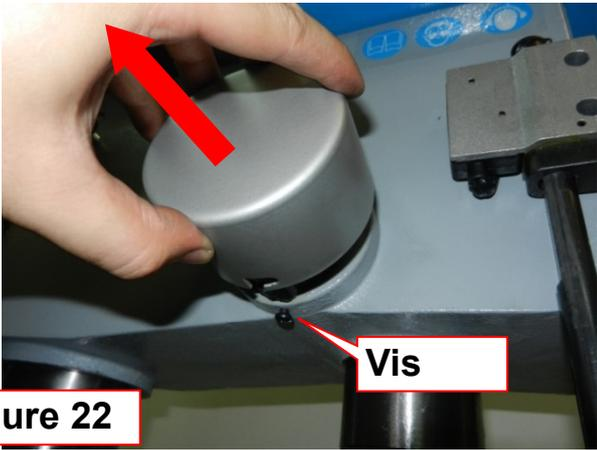

Figure 22
1. Retirez le panneau de protection pour accéder au bloc de ressorts. (**Figure 22**).